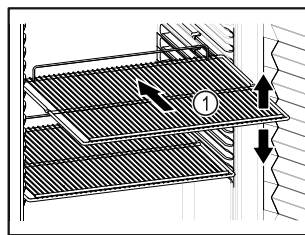

Fig. 86 Atvaizdo pavyzdys
- ❑ Jei pastatymo grotelės Fig. 86 (1) galima perkelti, pritaikykite atsižvelgdami į aukštį.